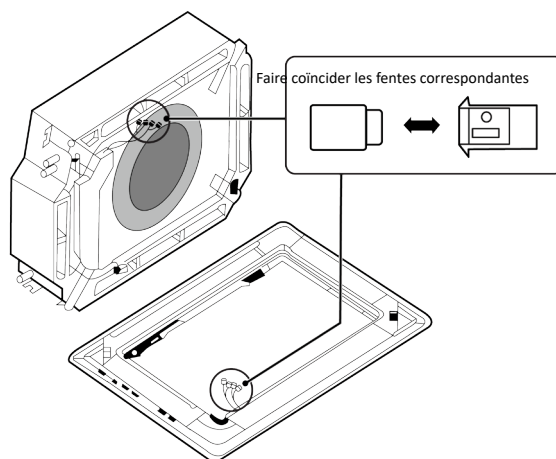

Fig.4.4.3
- ③ Insérez les bornes (femelle) du panneau de décoration aux embouts (mâle) de l'unité principale comme indiqué sur la Fig.4.4.3.